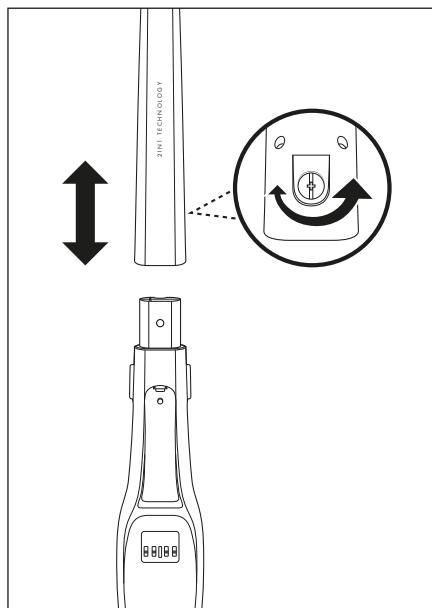

Fig. 1
- 1) Løsn skruen ⑪ bag på skaftet ⑩ med en skruetrækker mod urets retning. Stram skruen ⑪ fra skrueåbningen på skaftet ⑩.
- 2) Sæt skaftet ⑩ på produktets skaftholder. Sæt skaftet ⑩ helt på skaftholderen, indtil det sidder fast på produktet. (Fig.1)
- 3) Sæt skruen ⑪ ind i skrueåbningen bag på skaftet ⑩ igen. Stram skruen ⑪ med en skruetrækker i urets retning (fig. 1).